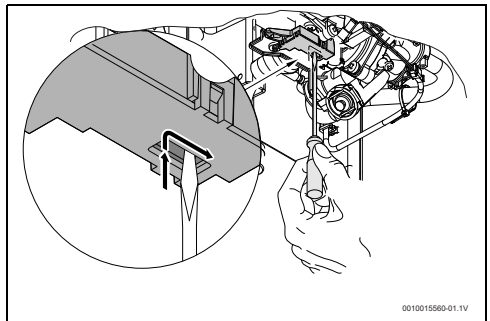

Bild 22 Rücksetzen des Mikroschalters
- ▶ Mikroschalter gemäß Abb. 22 positionieren.